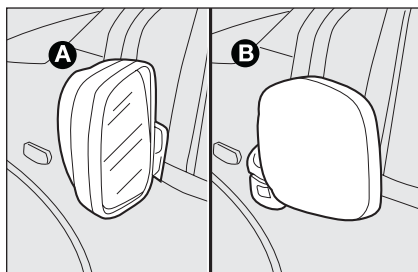

fig. 30
Si nécessaire (par exemple lorsque l'encombrement du rétroviseur crée des difficultés dans un passage étroit) il est possible de déplier les rétroviseurs en les déplaçant de la position **A-fig. 30** à la position **B**.
*Lorsque le véhicule est en marche, les rétroviseurs doivent toujours être en position **A-fig. 30**.*